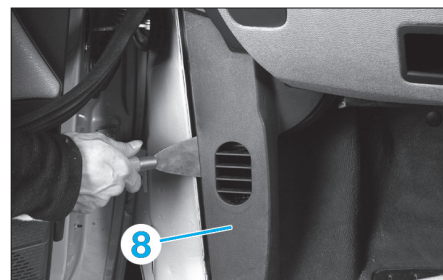

Fig. 9
- Décliper la garniture du pied de caisse (8) et déposer la vis située derrière celui-ci (Fig.9).